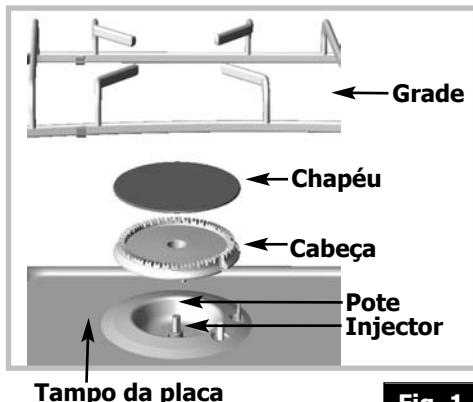

Fig. 1
- Com ajuda da chave fornecida, desatarraxe os injectores situados no fundo da cada pote e retire-os (**fig 1**).